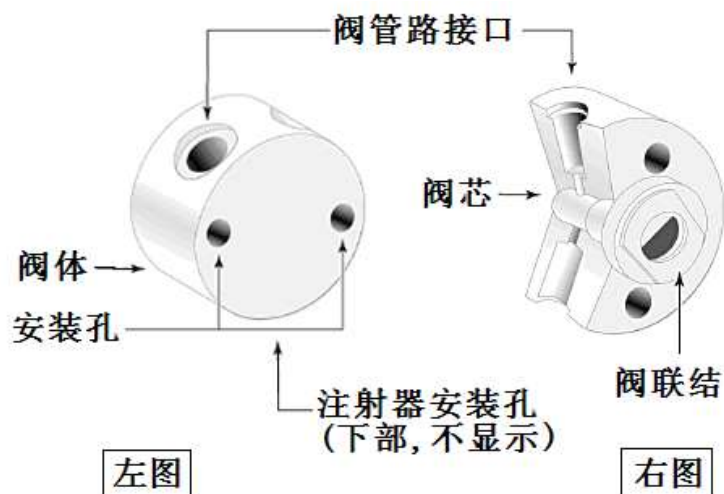

图 4-2
- 5 调整驱动设备上半圆出轴，将其插入旋转阀的连接槽中如图4-2右图位置。